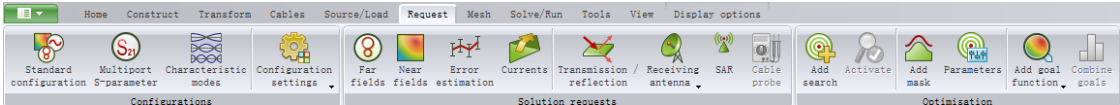

图 3-23 “Request” 菜单中的各按钮
7) “Request” 菜单中的按钮如图 3-23 所示，具体说明见表 3-6。